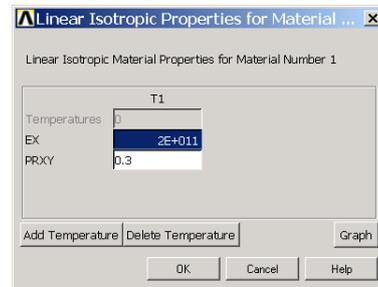

图4.15 设置弹性模量和泊松比
(2) 双击【Isotropic】将弹出如图 4.15 所示的【Linear Isotropic Material Properties for Material...】对话框。在【EX】文本框中输入弹性模量“2E11”，在【PRXY】文本框中输入泊松比“0.3”。